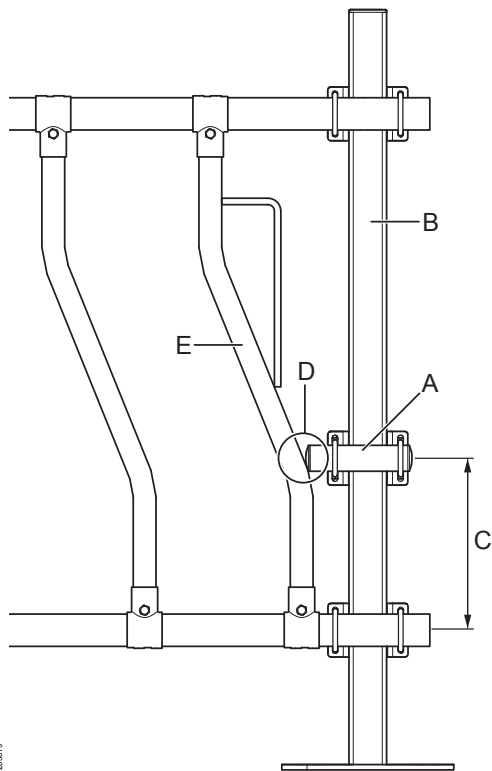

Fig. 11: DS & DS-HD-endestøttesett.
2. Juster høyden (C) på DS & DS-HD-endestøttesettet (A) slik at c/c-avstanden er 270 mm for DS eller 320 mm for DS-HD (se Fig. 11).
3. Juster plasseringen av endestøtterøret (D) slik at det berører det diagonale enderøret (E).